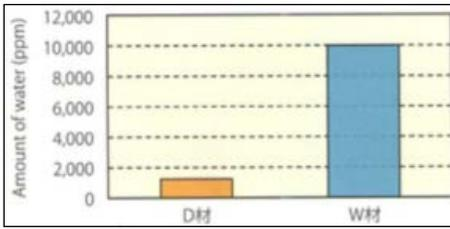

图 1：成形前的吸水率确认
因材料的种类不同，有不同的吸水率，以吸水率高的材料进行注塑时，材料分解后会降低强度，日本油机以试验片材，进行注塑测试，所得出的实际案例（如图 1、2）
■ 成形前的吸水率确认（图 1）